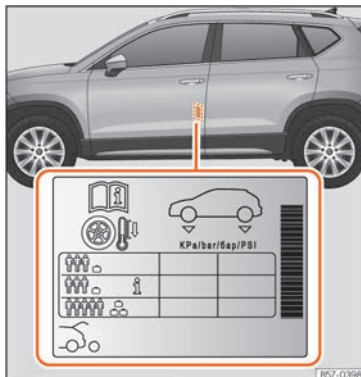

Abb. 227 Einbauort des Aufklebers für den Reifendruck.
- Passen Sie bei größerer Zuladung den Reifendruck entsprechend an »» **Abb. 227**.
Die Angaben zum Reifendruck befinden sich auf einem Aufkleber an der B-Säule der Fahrertür »» **Abb. 227**.
Je nach Fahrzeug kann der Reifendruck auf halbe Last eingestellt werden, um den Fahrkomfort zu verbessern (Reifendruck **i** »» **Abb. 227**). Beim Fahren mit Komfort-Reifendruck kann sich der Kraftstoffverbrauch leicht erhöhen.
Der Reifendruck muss der aktuellen Fahrzeugbelastung angepasst werden. Wenn das Fahrzeug voll beladen werden soll, muss der Reifendruck entsprechend dem auf dem Reifendruck-Aufkleber »» **Abb. 227** angegebenen maximalen Wert erhöht werden.
Füllen Sie bei einem minimierten Notrad [125/70 R18] auf einen Druck von 4,2 bar, gemäß Angabe auf dem Aufkleber mit den Reifendruckwerten »» **Abb. 227**.
- Der Fahrer ist verantwortlich für den richtigen Reifenfülldruck an allen Reifen am Fahrzeug. Der empfohlene Reifenfülldruck befindet sich auf einem Aufkleber »» **Abb. 227**.
- Immer den richtigen Reifenfülldruck am kalten Reifen einhalten, wie auf dem Aufkleber angegeben »» **Abb. 227**.